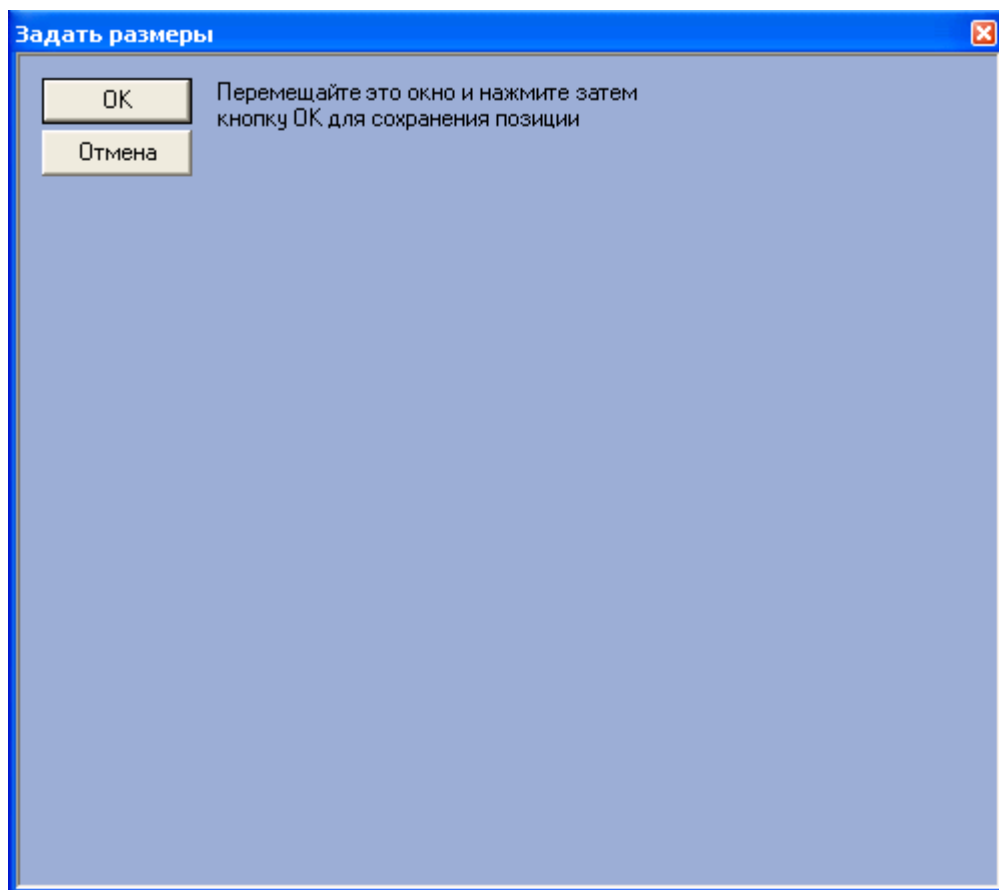

Рис. 7.9—3. Визуальный метод задания координат
Для этого следует нажать кнопку «» (см. Рис. 7.9—2, 4) и, используя мышь, задать требуемый размер и положение тестового окна, после чего нажать «ОК» (Рис. 7.9—3). Координаты тестового окна будут автоматически рассчитаны и скопированы в поля «X», «Y», «W» и «H».
5. В том случае, если требуется разрешить перемещение компонента «Оперативный монитор», установить флажок «Разрешить перемещение» (см. Рис. 7.9—2, 5).
6. Для сохранения внесенных изменений нажать кнопку «Применить» (см. Рис. 7.9—2, 6).